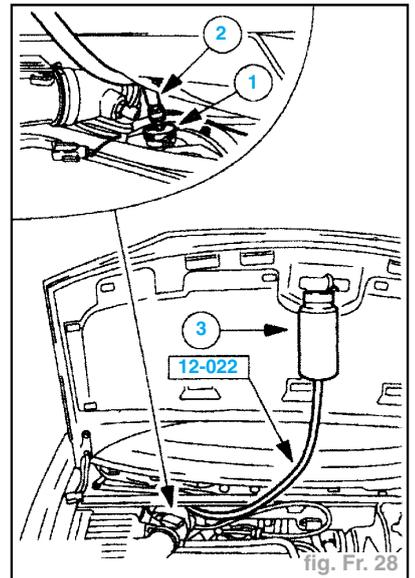

fig. Fr. 28
- Mettre en place le dispositif de remplissage du circuit de freinage (fig. Fr. 28) :
- poser le bouchon adaptateur sur le réservoir de liquide de freins (1),
- adapter le raccord rapide sur le bouchon adaptateur (2),
- remplir la bouteille du dispositif de remplissage et la suspendre au crochet de capot (3).